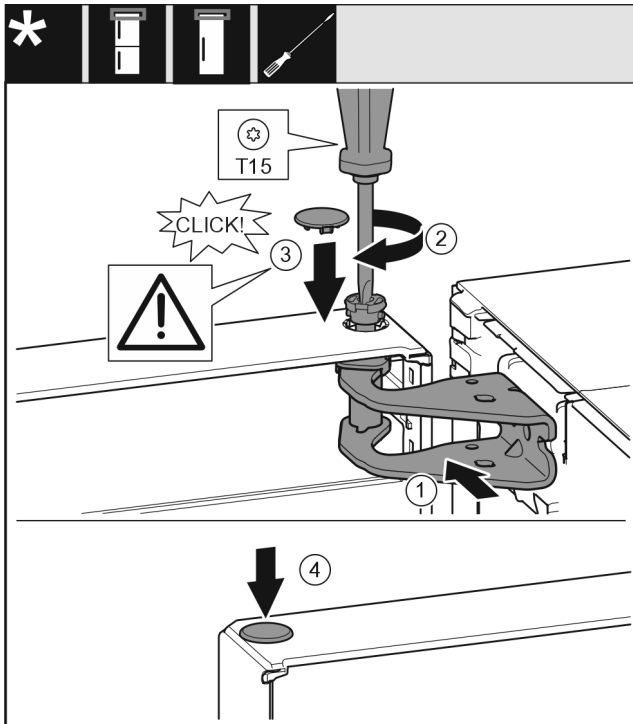

Fig. 19
- ▶ Kohdista ovi ylhäältä laakeripukin aukkoon. Fig. 19 (1)
- ▶ Aseta pultti paikalleen ja kiristä se T15-ruuvimeisselillä. Fig. 19 (2)
- ▶ Suojakannen kiinnittäminen oven suojaksi: Aseta suojakansi paikalleen ja varmista, että se on tiukasti ovea vasten. Muussa tapauksessa pultti on työnnettävä kokonaan sisään. Fig. 19 (3)
- ▶ Kiinnitä nasta. Fig. 19 (4)